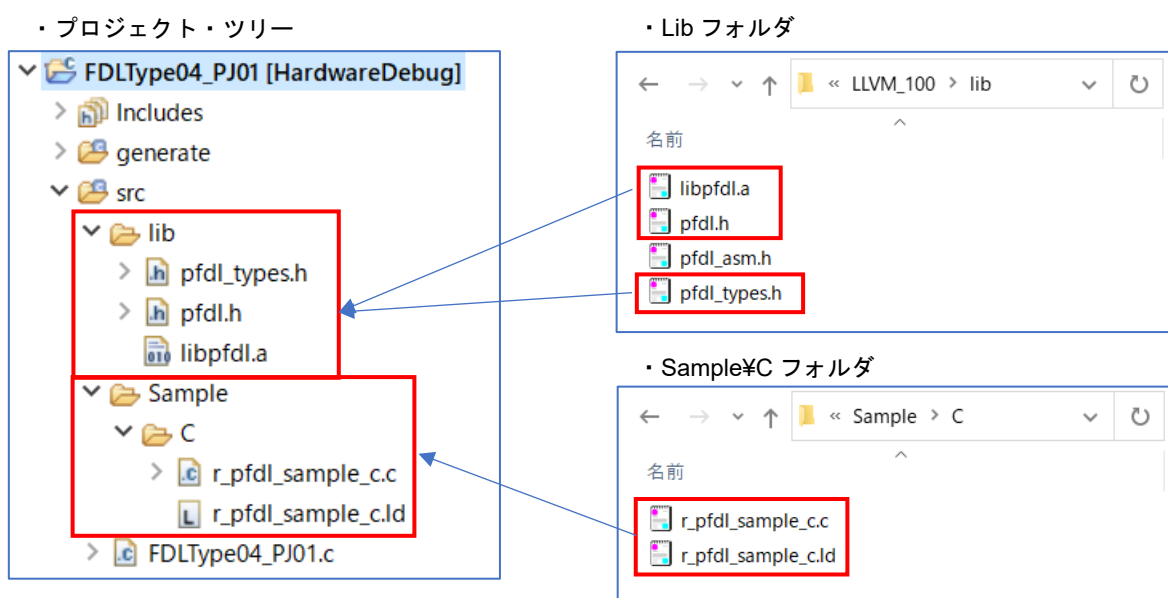

図 6-15 ソース、インクルードファイルの登録(LLVM)
- LLVM では、e² studio が出力する"src"フォルダにデータ・フラッシュ・ライブラリのファイル"pfdl.h", "pfdl_types.h", "libpfdl.a", "r_pfdl_sample_c.c", "r_pfdl_sample_c.ld"を登録します。(図 6-15)